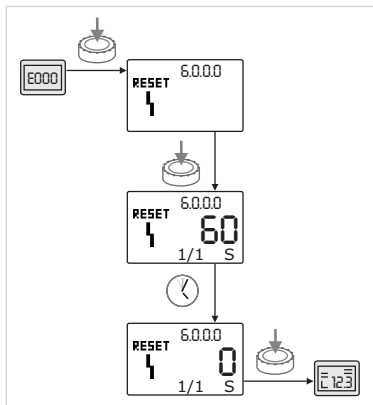

Fig. 56: Kvittera feltyp A eller D
- Gör följande för att kvittera fel av typen A eller D (Fig. 56):